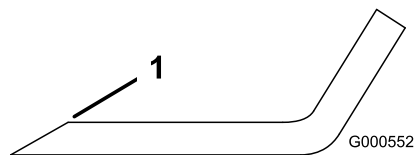

Figura 70
1. Utilice una lima para afilar el filo de corte en ambos extremos de la cuchilla (Figura 70).
Nota: Si la cuchilla no está equilibrada, rebaje algo el metal en la parte de la vela solamente (Figura 70).